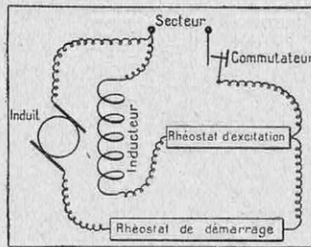

FIG. 12
avons fait allusion au début de cet article. L'inducteur est tout simplement un électro qui aura, par exemple, un pôle sud à la partie supérieure et un pôle nord en bas. On représente schématiquement les moteurs comme sur la figure 12. Tous les moteurs (à par-
tir d'une certaine puissance) ne doivent pas être placés directement sur le secteur, lorsqu'ils sont au repos: comme ils ne produiraient alors aucun travail, l'énergie qu'ils recevraient serait trop considérable et les spires de l'induit grilleraient infailliblement. Il est donc nécessaire d'employer un *rhéostat de démarrage*, qui n'augmente le courant que progressivement (fig. 12 et 13).
1° *Moteur-dérivation*: on applique les 110 volts du secteur à l'induit et à l'inducteur (2) (fig. 12). Ce qui caractérise essentiellement ce moteur, c'est que sa *vitesse de rotation est sensiblement constante*, d'où deux avantages parallèles: il ne varie pas de vitesse quand on le fait travailler (d'où son application aux machines-outils) et il ne risque pas de « s'emballer » lorsqu'on cesse de lui demander du travail (il ne s'emballerait pas « à vide »), ce qui permet de supprimer toute surveillance. Lorsqu'on veut, néanmoins, modifier la vitesse de rotation, on